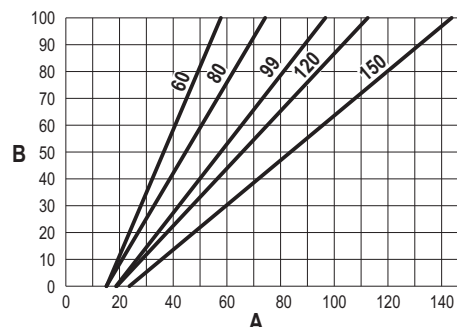

fig. 81
- Pulse las **teclas contextuales 1 y 2** para aumentar o disminuir la capacidad térmica (mínima = 00 - máxima = 100). Vea el diagrama "Regulación de la capacidad térmica" (fig. 81).